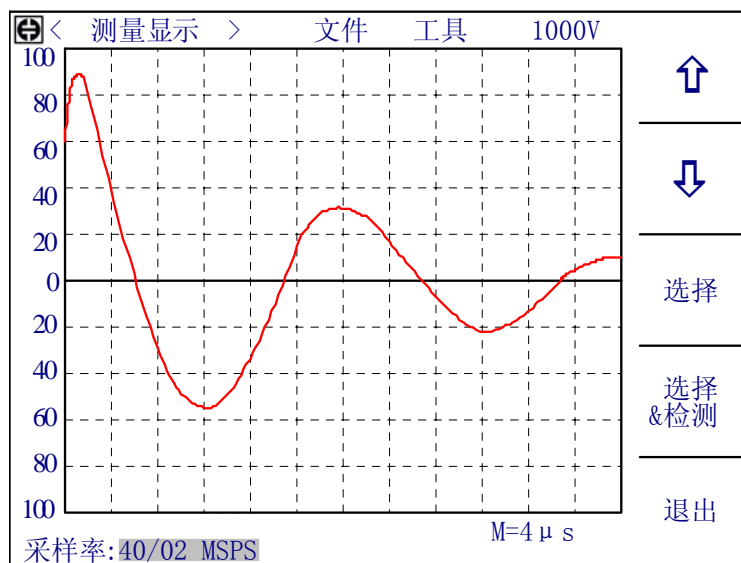

图 4-9 标准波形采样-单次循环
2. 单次循环：按启动键后，仪器测试每个采样率的标准波形，并且两次采样之间不等待时间，同时屏幕中央出现测试中信息，此时用户可以按中止测量软键退出标准波形采样。全部采样结束后，出现如图 4-9 画面，等待用户的操作，此时的可用软键如下：